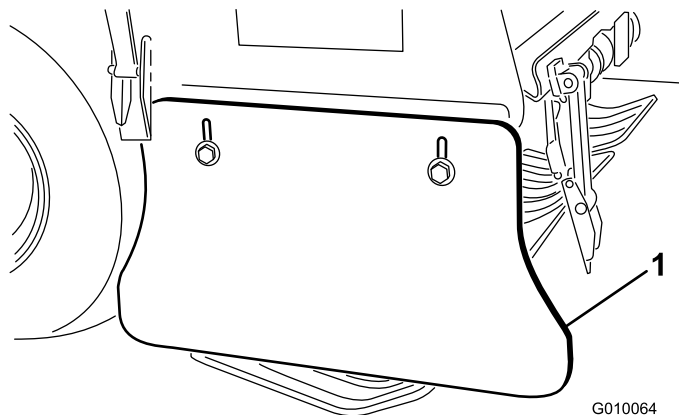

図 63
1. サイド・シールドをフレームに固定しているボルトとナットをゆるめる (図 63)。